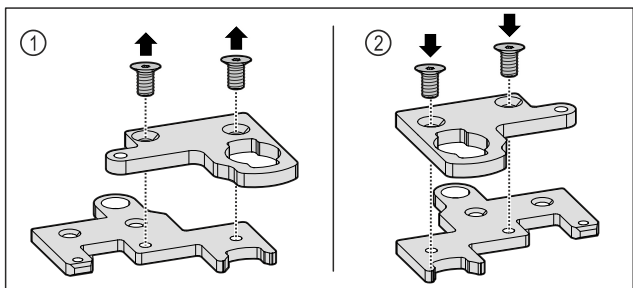

Fig. 29
- ▶ Ta isär den tvådelade gångjärnsvinkeln. Fig. 29 (1)
- ▶ Sätt ihop den tvådelade gångjärnsvinkeln vriden 180° igen. Fig. 29 (2)